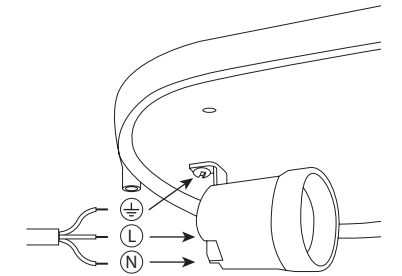

Рис. 2
- Присоедините концы кабеля к патрону и основанию светильника в соответствии с маркировкой (Рис. 2).